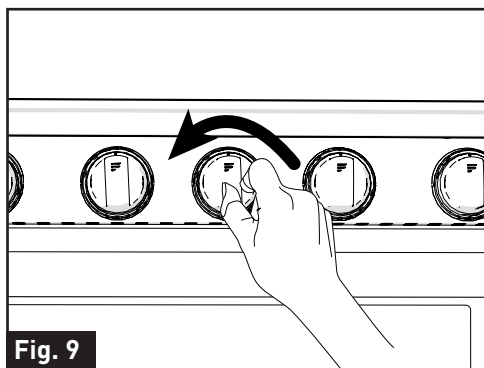

Fig. 9
3. Tournez le potentiomètre de brûleur correspondant à position . (Fig. 9)
3. Tournez le potentiomètre de brûleur correspondant à position LITE. (Fig. 9)